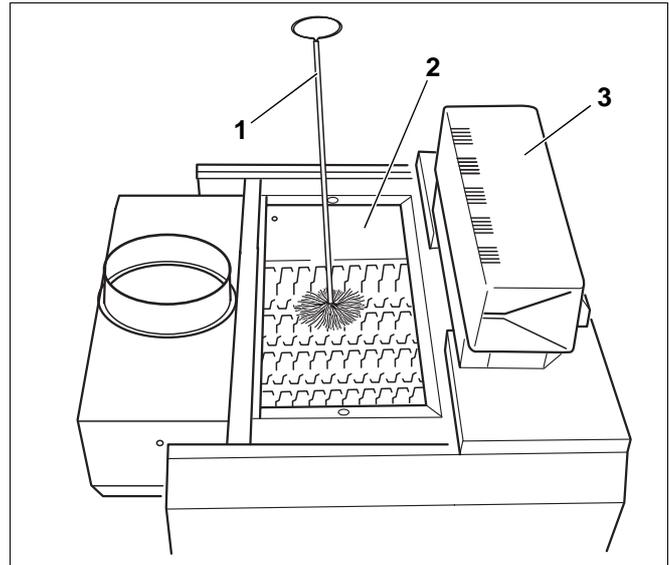

Abb. 39 Reinigung der Heizgaszüge
- Reinigungsdeckel vom Abgassammler (Abb. 39, **Pos. 2**) abschrauben.
- Heizgaszüge mit Reinigungsbürste (Abb. 39, **Pos. 1**) durchbürsten.